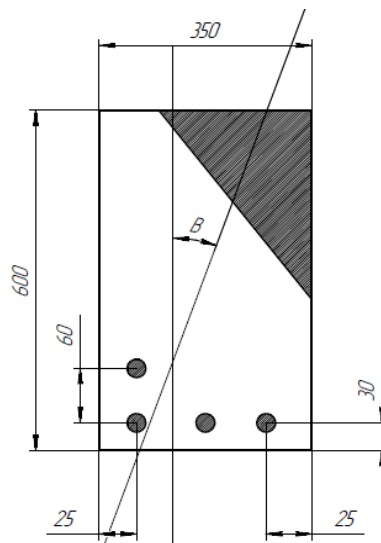

Рис. 1. Железобетонная балка
3. Железобетонная балка (рис. 1) с уклоном ( $\text{ctg}B = 2,0$ ); нагрузки непродолжительного действия отсутствуют; бетон тяжелый класса В20,  $\gamma_{b2}=0,9$ , арматура класса АII ( $R_s = 280$  МПа); 4 единицы растянутой диаметром 22 мм; изгибающий момент в вертикальной плоскости  $M = 160$  кН·м. Проверить прочность сечения.